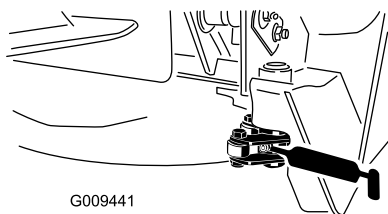

Figura 38
- Pivotes de enganche (2) (Figura 38)